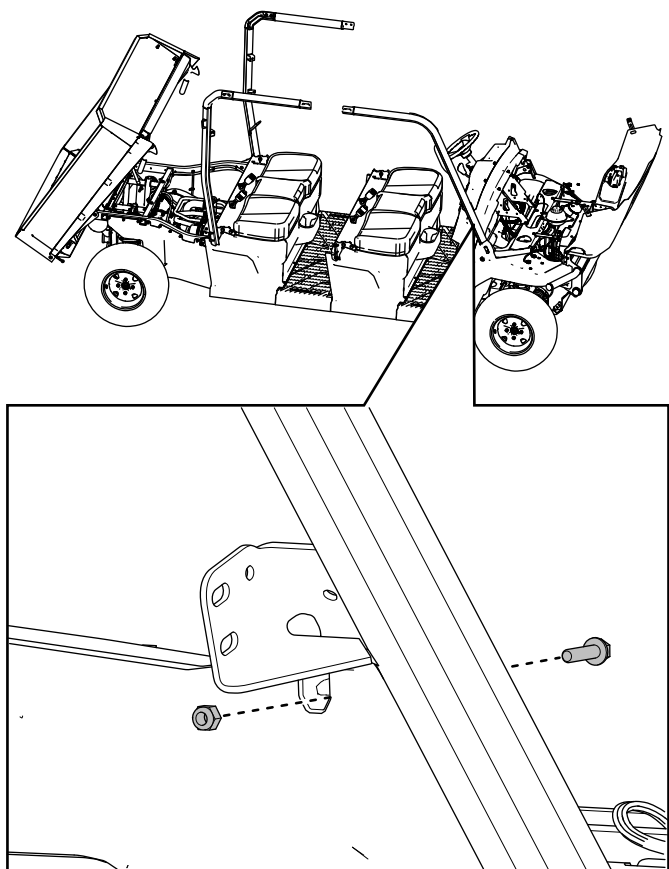

Figura 39
11. Fissate senza serrare il gruppo barra rotazione anteriore di destra al pannello del cruscotto con 1 bullone a testa esagonale con rondella ($\frac{1}{4}$ " x 1") e 1 dado di bloccaggio ($\frac{1}{4}$ "") come illustrato nella Figura 39.